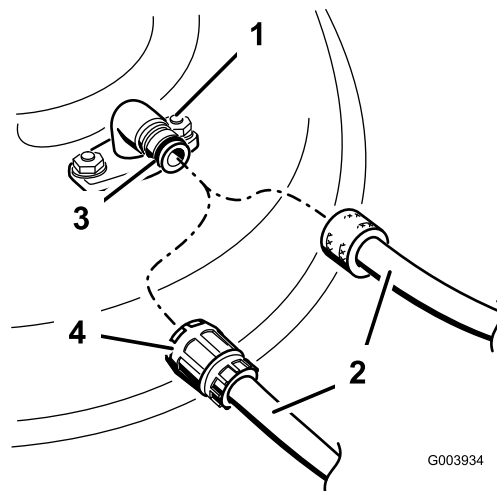

Figura 21
4. Montate il tubo flessibile sul raccordo di lavaggio e quindi aprite il rubinetto per erogare un getto forte (Figura 21).